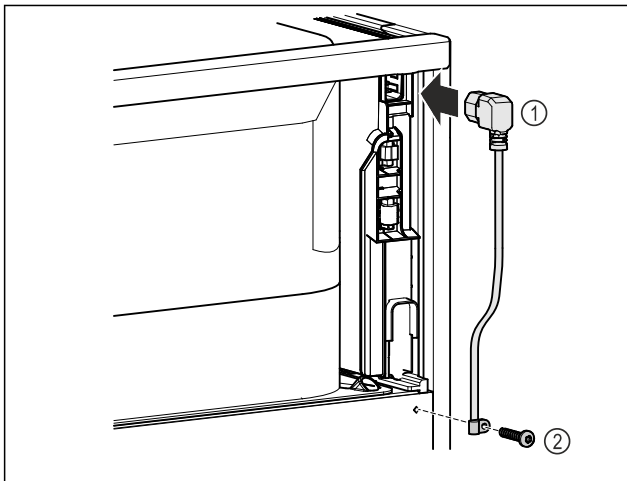

Fig. 40
- Kaltgerätebuchse der Netzanschlussleitung Fig. 40 (1) auf der Rückseite des Gerätes einstecken.
- Zugentlastung montieren. Fig. 40 (2)